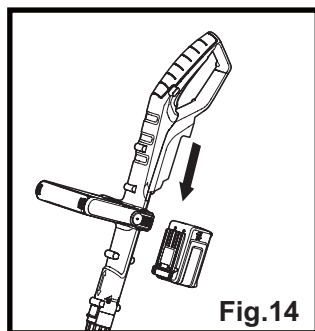

Fig.14
- Alinee el paquete de baterías (5) con las muescas de la parte inferior de la protección trasera de seguridad (2) y deslícelo hasta que encaje en su sitio (fig. 14).